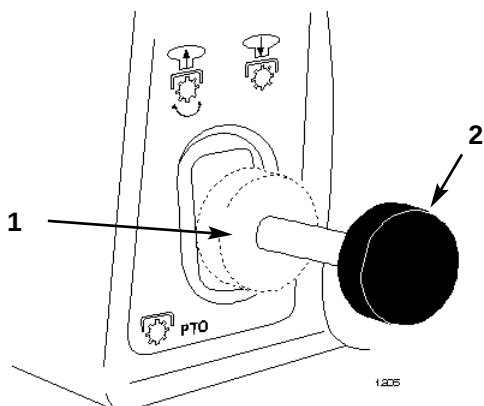

Figure 7
2. Tirer sur la prise de force (PTO) pour la mettre sur "ON" (EMBRAYEE) (Fig. 7).